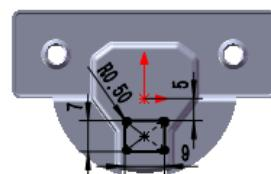

图 16.2.52 横断面草图
② 定义横断面草图。在草图环境中绘制图 16.2.52 所示的横断面草图。
(3) 定义切除深度属性。在“切除一拉伸”对话框 **方向1** 区域的 下拉列表中选择 **给定深度** 选项，选中 **与厚度相等(L)** 复选框。
(4) 单击对话框中的 按钮，完成切除一拉伸 4 的创建。